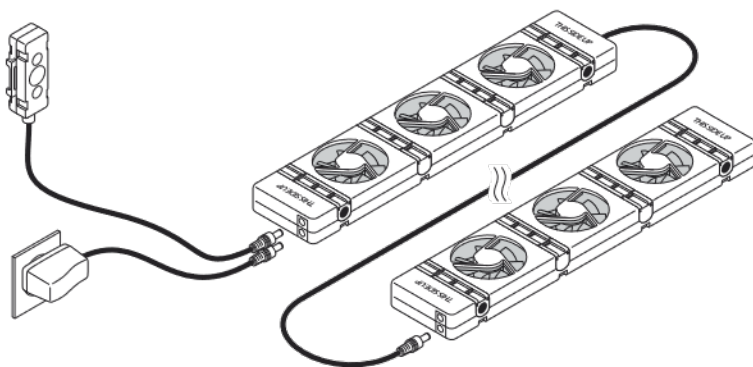

Fig. 4: Conexión adicional de SpeedComforts (A).
6. En radiadores largos, conecte **SpeedComforts (A)** adicionales con los **cables de conexión de 30 cm (F)** (véase fig. 4). Múltiples **SpeedComforts (A)** (hasta 20) pueden conectarse a más de un **adaptador de alimentación (D)**. No son necesarios **sensores de temperatura (E)** adicionales. El DuoSet y el TrioSet contienen varios dispositivos **SpeedComfort**.